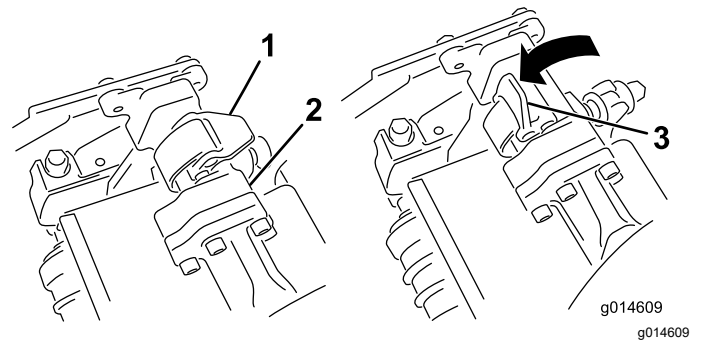
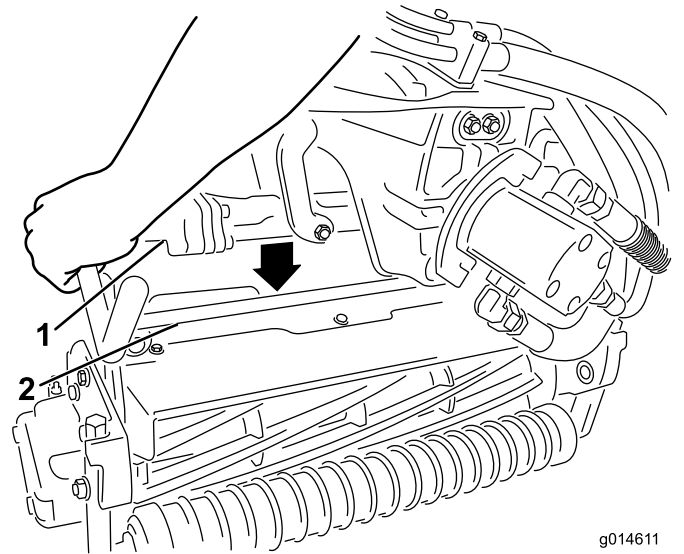

Figura 52
Figura 53
4. Presione los enganches hacia abajo alrededor de la barra de la unidad de corte y bloquéelas (Figura 52).
3. Con los enganches del brazo de suspensión orientados hacia arriba (es decir, abiertos (Figura 52), empuje hacia abajo el brazo de suspensión de modo que la barra encaje en la barra situada en la parte superior de la unidad de corte (Figura 53).
- Abra los enganches de la barra del brazo de suspensión de la unidad de corte que está retirando (Figura 52).